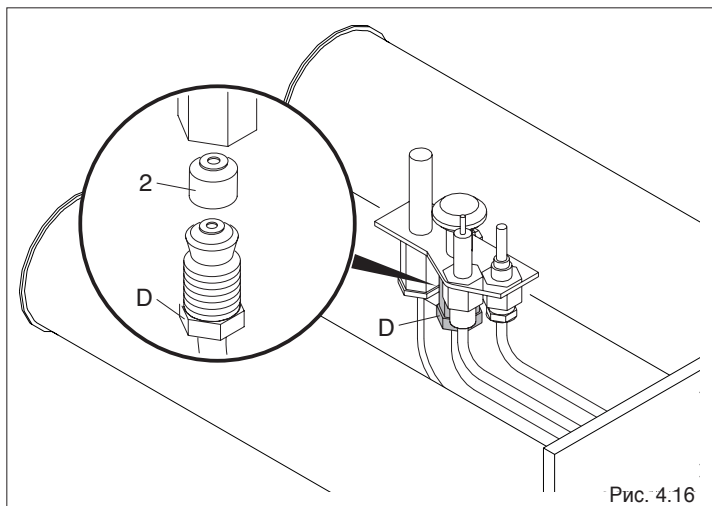

Рис. 4.16
- Открутите гайку D на группе розжига, извлеките форсунку запальной горелки (2) и замените ее на другую из комплекта для работы на СУГ (Рис. 4.16).